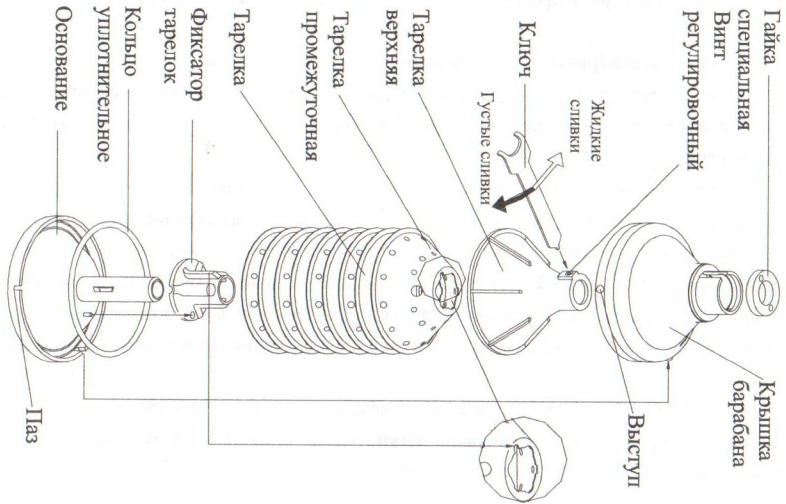

Рисунок 1
- барабан разобрать, открутив гайку специальную (рисунок 1). Детали барабана промыть в горячем 2% содовом растворе, ополоснуть чистой водой, просушить и собрать.
Сборку барабана (рисунок 1) проводить в следующем порядке:
- надеть на фиксатор все тарелки, начиная с "1", в последовательности: первая тарелка - с выдавками, следующая - гладкая и так далее с чередованием тарелок с выдавками и гладких, последняя тарелка должна быть с выдавками. Следить за совмещением паза тарелок и направляющей фиксатора. Надеть тарелку верхнюю и крышку барабана, совместив выступ на крышке барабана с пазом в основании (рисунок 1). Навернуть на питающую трубку основания барабана гайку и затянуть ее ключом усилием руки, обеспечив герметичность барабана.
Регулировку отношения сливок к обраты производить, вращая ключом винт регулировочный (рисунок 1). При вывертывании винта объем сливок увеличивается, при ввертывании - уменьшается.